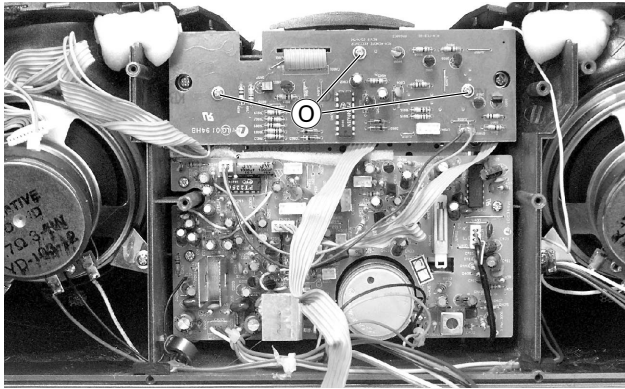

Fig. 16
- 3 Schrauben ① (Fig. 16) herausdrehen und Lautstärkeplatte nach oben klappen (nur bei RR 670 CD).
- Undo the 3 screws ① (Fig. 16) then tilt up the volume control PCB (only with RR 670 CD).
- 3 Schrauben $\text{\textcircled{O}}$ (Fig. 16) herausdrehen und Lautstärkeplatte nach oben klappen (nur bei RR 670 CD).
- Undo the 3 screws $\text{\textcircled{O}}$ (Fig. 16) then tilt up the volume control PCB (only with RR 670 CD).